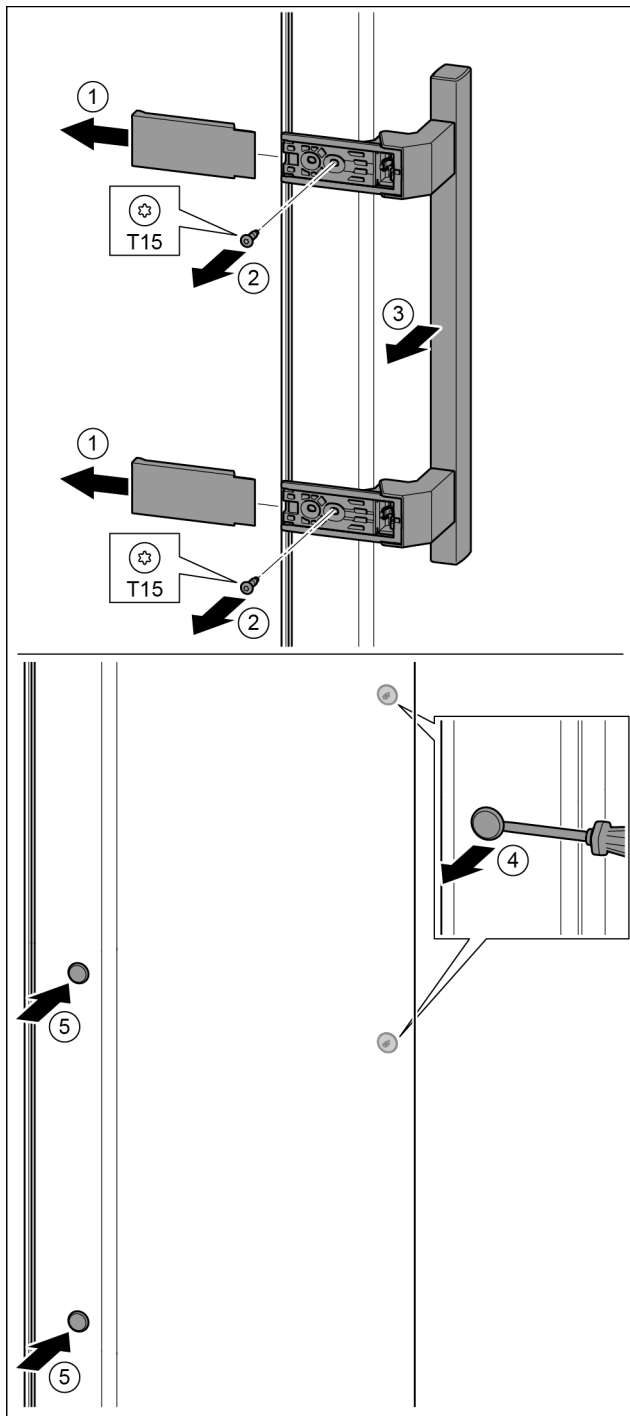

Fig. 18
- ▶ Stiahnite kryt. Fig. 18 (1)
- ▶ Skrutkovačom T15 vyskrutkujte skrutky. Fig. 18 (2)
- ▶ Odoberte držadlo. Fig. 18 (3)
- ▶ Plochým skrutkovačom opatrne nadvihnite a vyberte bočnú zátku. Fig. 18 (4)
- ▶ Zátku opäť nasadte na druhú stranu. Fig. 18 (5)